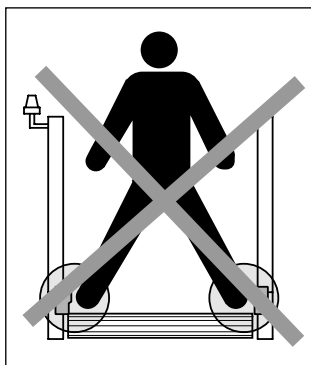

Fig. 1: No caso de sensores opostos, a activação simultânea tem que ser excluída
2. Os sensores de silenciamento têm que estar distribuídos de forma a que fique excluída a possibilidade de de curto-circuito ser inadvertidamente activado por uma pessoa. (Fig. 1 e 2).